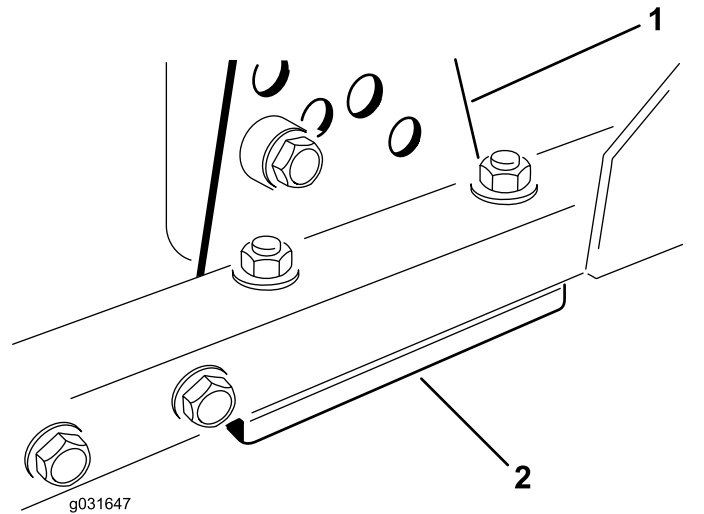

Figura 69
1. Retire el soporte de altura de corte (delantero, izquierdo o derecho) del bastidor de la carcasa (Figura 69).
2. Coloque suplementos de 1,5 mm y/o 0,7 mm entre el bastidor de la carcasa y el soporte hasta lograr la altura de corte deseada (Figura 69).
3. Instale el soporte de altura de corte en el bastidor de la carcasa con los suplementos restantes colocados debajo del soporte de altura de corte (Figura 69).